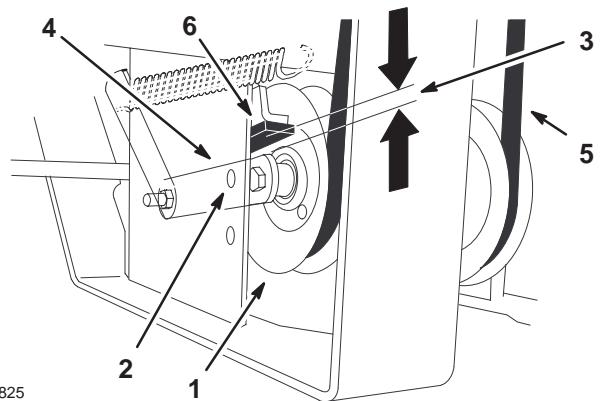

Figure 78
9. Contrôlez la distance entre la butée en caoutchouc et le bras de la poulie de tension à ressort quand la plaque de la poulie est tendue. On doit obtenir une distance de 0 à 6 mm (0 à 1/4 pouce) à partir de la butée (Fig. 78).